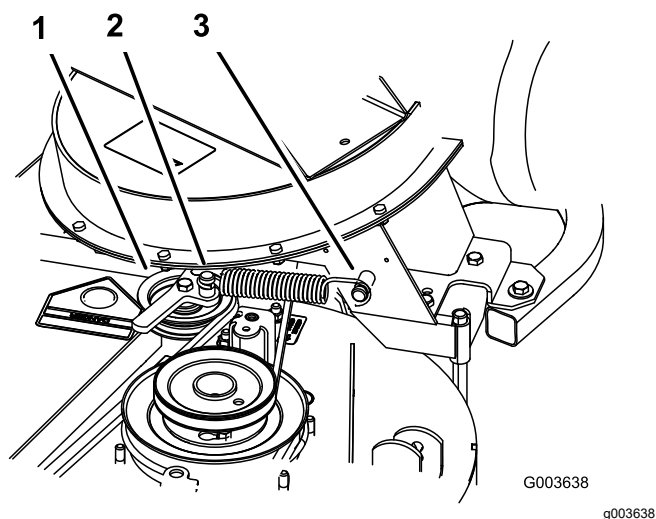

Figure 19
4. Installez le ressort comme montré à la Figure 19.